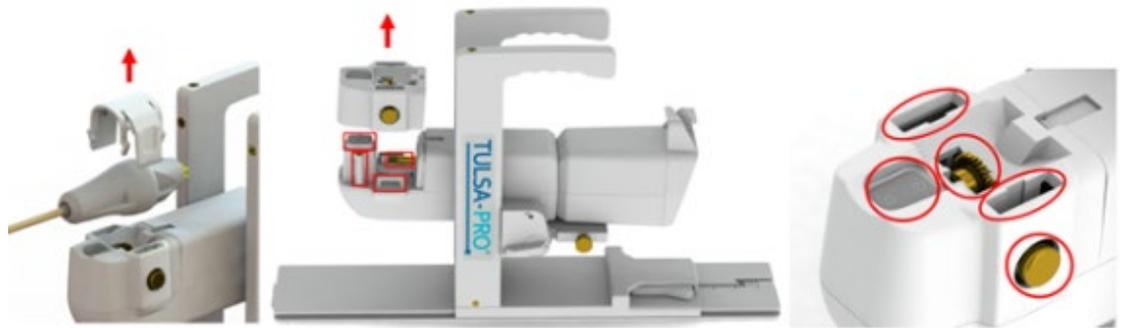

Figura 63: Inspección del sistema de posicionamiento
- c. Repita los pasos 1 y 2 según sea necesario hasta que no quede suciedad visible, inspeccionando detenidamente las zonas alrededor de la pinza y el engranaje (*figura 63*).